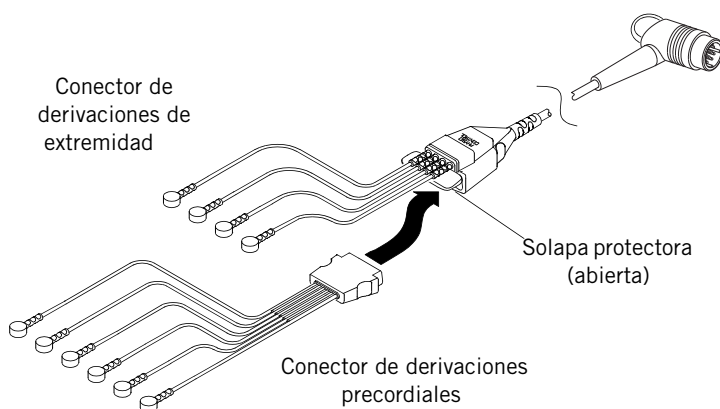

Figura 4-6 Cable de ECG de 12 derivaciones
2. Inserte los conectores de derivaciones de extremidad y precordiales en el cable principal, como se muestra en la Figura 4-6.